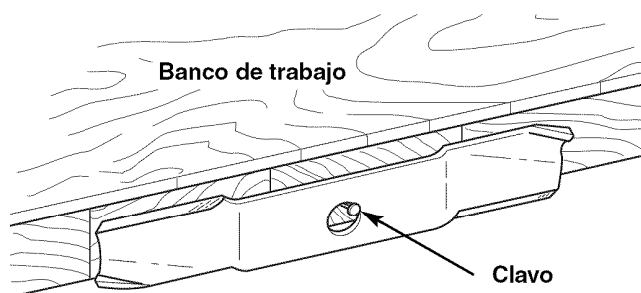

Figura 26. Equilibrar el Aspa
6. Equilibre el aspa como se muestra en la Figura 26. Centre el orificio del aspa con un clavo lubricado con una gota de aceite. Un aspa equilibrada permanecerá nivelada. Si el aspa no está equilibrada, siga afilando el lado pesado hasta que esté equilibrada.